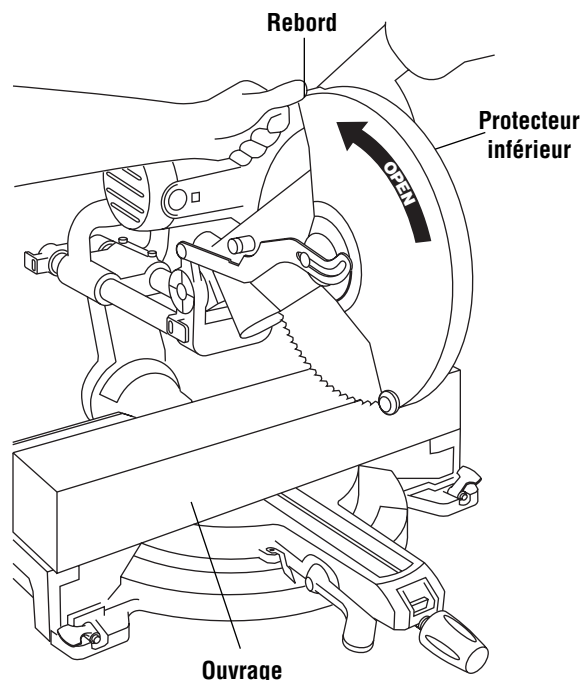

Figure 18. Levée du protecteur inférieur
- L'ouvrage doit être cramponné solidement. Ceci libère une main pour soulever le protecteur par le rebord suffisamment pour passer à côté de l'ouvrage (Figure 18).